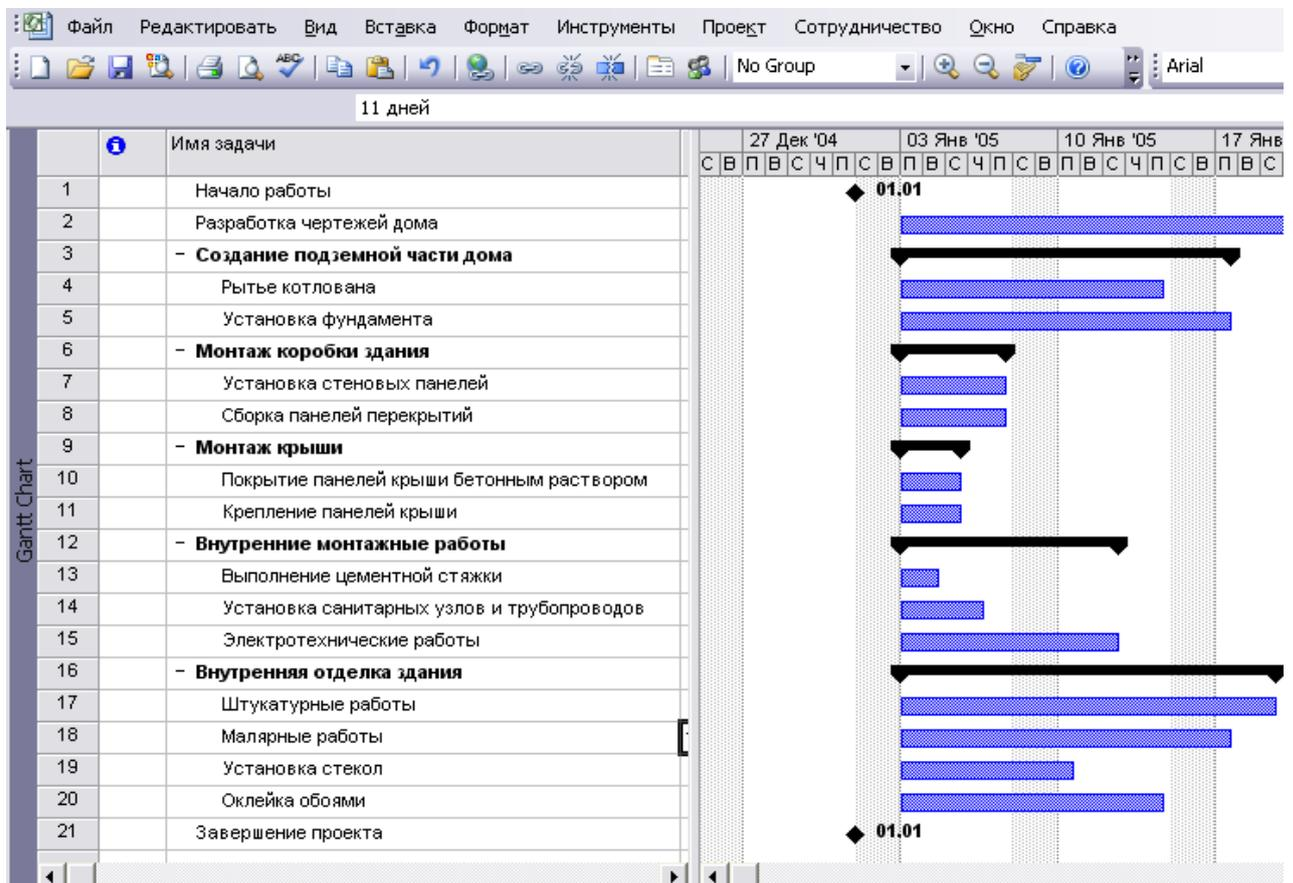

Рис.6. Полный список задач и этапов проекта
- Сгруппируйте указанные задачи для этапа **Внутренние монтажные работы**(рис.6).